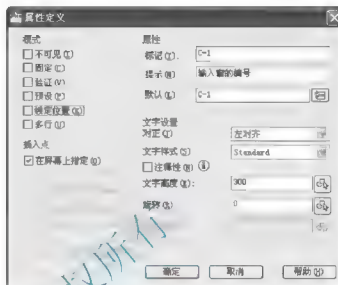

图 3.74 【属性定义】对话框
按照图 3.74 所示设置【属性定义】对话框中的参数,并将属性值 C 1 放置在如图 3.75
- 由图 3.74 所示的【属性定义】对话框可知，在定义窗编号属性时所选择的文字样式为“Standard”，该文字样式的宽度因子为“0.7”。但“窗”图块在插入时，沿 X 方向放大为 1.4 倍，所以其宽度因子变成“ $0.7 \times 1.4 = 0.98$ ”，需要将其改回“0.7”。